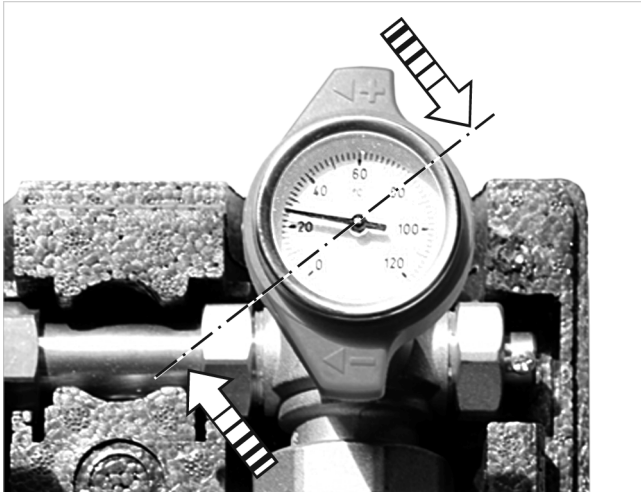

Abb. 17: Kugelhahn mit integriertem Thermometer
- Bei 45°-Schrägstellung des Kugelhahn-Handgriffes (gestrichelte Linie in → Abb. 17) ist die Schwerkraftbremse geöffnet.